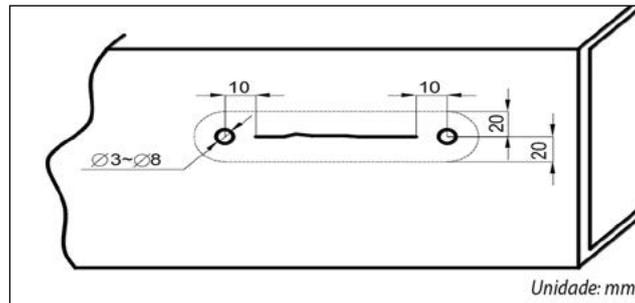

Figura 5-7-2
2. Remova a carga, coloque a estrutura plana e faça um furo de restrição com diâmetro de 3 a 8 mm na direção da extensão da fissura, 10 mm do início e do final da fissura, para evitar a expansão da fissura, conforme mostrado na Figura 5-7-2.